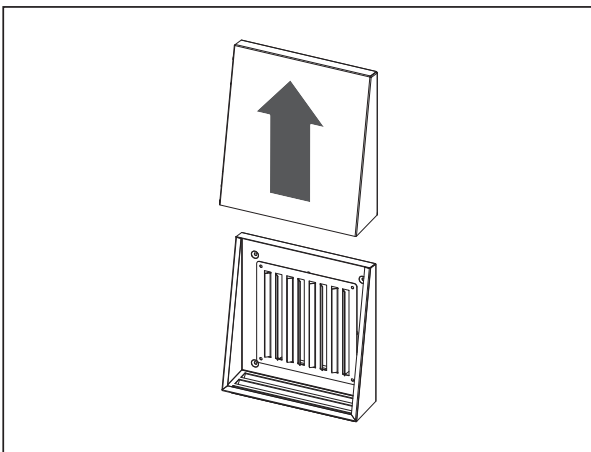

Abb. 14a
- Abb. 14a - Modelle DAC50-COMFORT und DAC50-COMFORT Pro. Entfernen Sie den Vorderteil der Lüftungshaube.